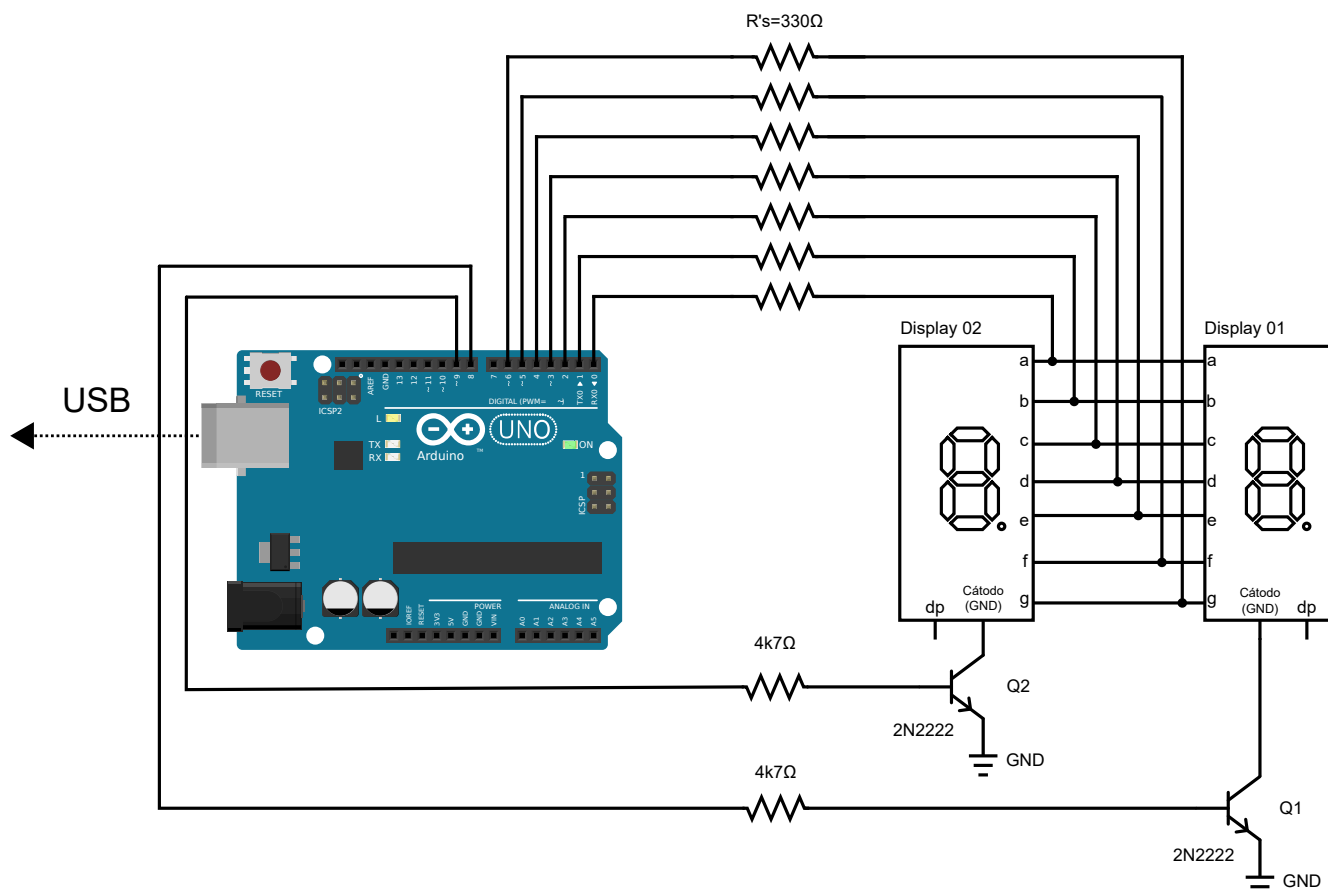

Figura 1: Circuito control de D7S utilizando Arduino UNO.
Como se observa en la Figura 1 los pines D0 hasta D6 controlan tanto los segmentos del display 01 como del 02. El control del número mostrado por cada display es realizado mediante la técnica llamada **multiplexación** [4]. Esta técnica consiste en la desactivación de uno de los display para mostrar un valor deseado en el display que
3. Diseñe una modificación (diagrama esquemático) del circuito de la Figura 1 utilizando ahora el CI7448 [6]. ¿Qué ventajas y desventajas encuentra a esta implementación frente al circuito estudiado (Figura 1)?. (2 puntos)